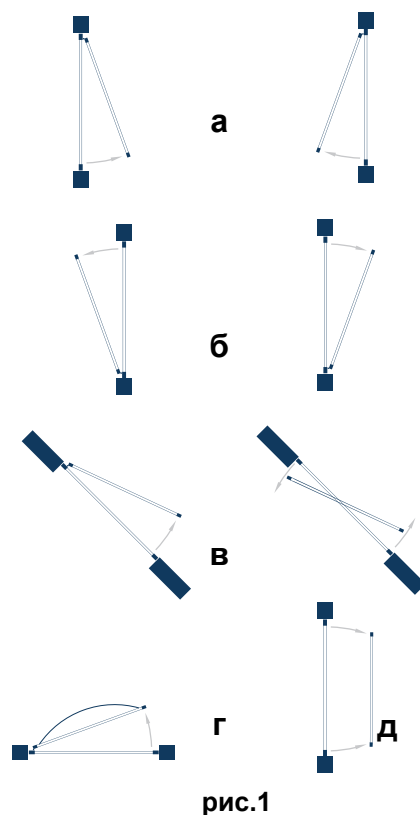

рис.1
- Верхнеподвесные окна с открытием наружу или внутрь (рис. 1а),
- нижнеподвесные окна с открытием наружу или внутрь (рис. 1б),
- мансардные окна верхнеподвесные и среднеподвесные (рис. 1в),
- люки (рис. 1г),
- параллельно отставные окна (рис. 1д).